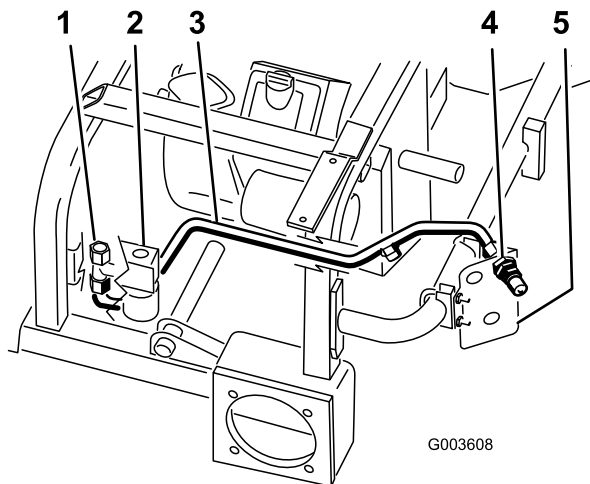

图 14
- 将 1 号液压管线放入机器如 图 14 所示。
- 将 1 号液压管线安装到已装配至阀门侧面的三通接头 图 14。
- 将 1 号液压管线安装到上阳联接器 图 14。